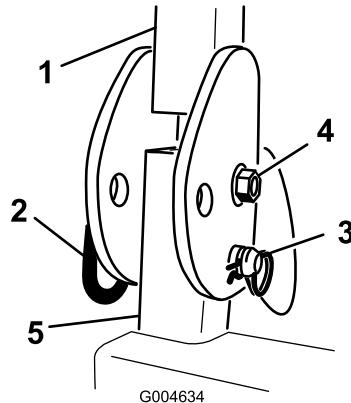

Bild 5
1. Nehmen Sie die Splints ab und die beiden Stifte vom Überrollbügel ab (Bild 5).
2. Richten Sie den Überrollbügel ganz auf und setzen Sie die beiden Stifte ein. Befestigen Sie die Stifte mit den Splints (Bild 5).